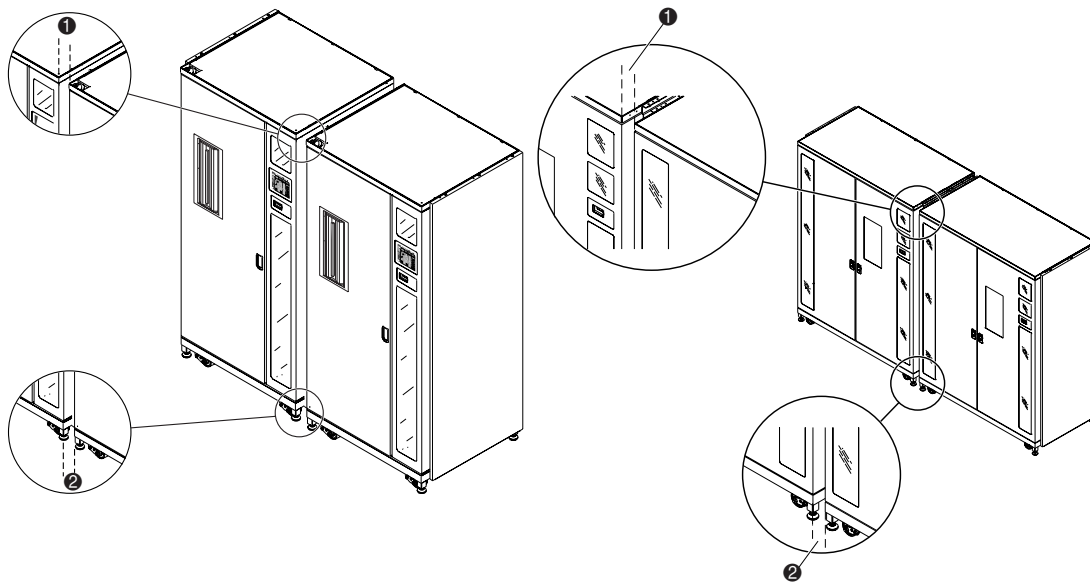

Figure 2-13. Espace entre les librairies
1. Mesurez la distance entre les librairies au niveau supérieur ❶ et inférieur ❷ des armoires (voir la Figure 2-13).